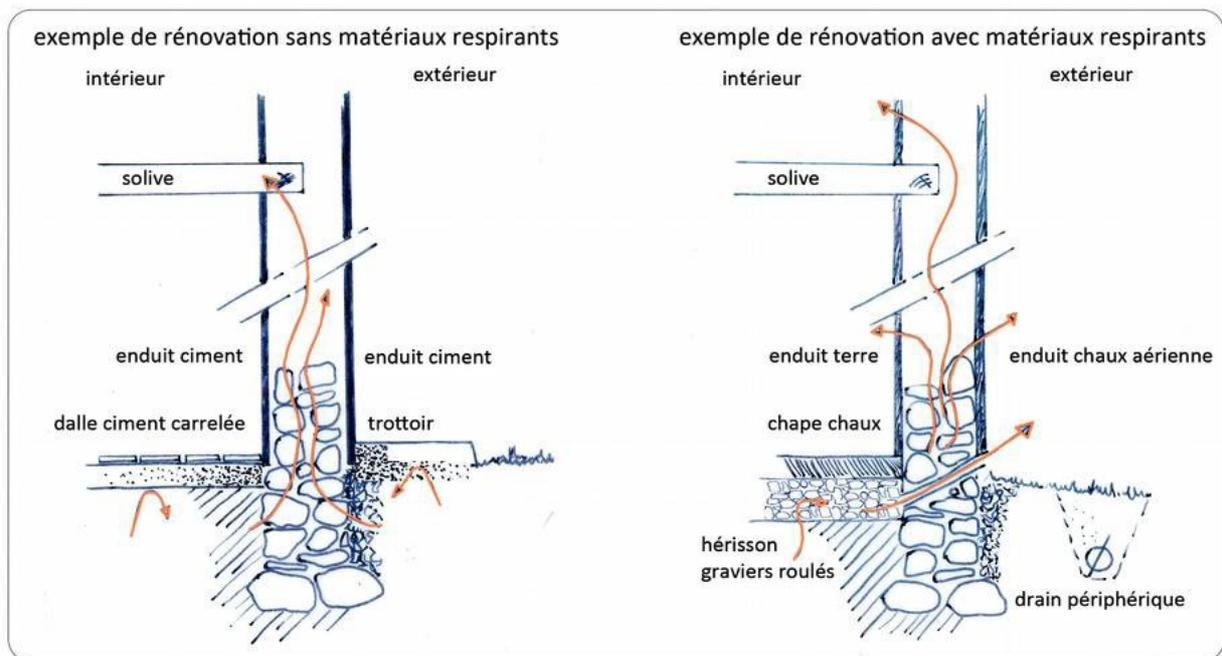

Fig. 10 : Principe de perspiration dans la rénovation, par l'équipe Pierre & Terre.
- Du principe d'une isolation épaisse et efficace (fig. 10)